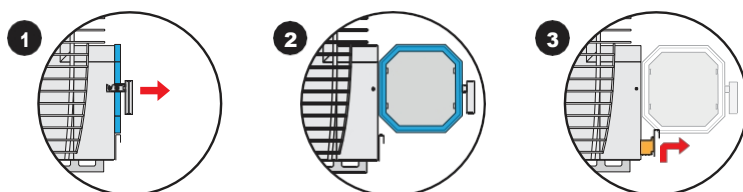

Abbildung 15. Herausnehmen des HIVE Flow Aschekastens.
- Um den Aschekasten für die Entleerung herauszunehmen, öffnen Sie die Tur der Brennkammer, heben Sie den Aschekasten leicht an und ziehen Sie ihn dann heraus (der Aschekasten ist mit Sicherheitssperre ausgestattet, was ein übermäßiges Öffnen während der Benutzung des Saunaofens und somit eine Überhitzung verhindert). Viz **Abbildung 15**.